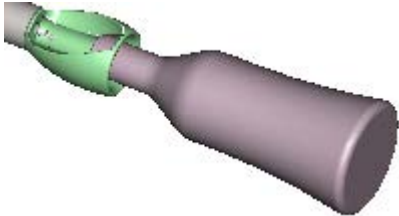

图 9.5.65 装配酒瓶
Step26. 增加固定元件：装配酒瓶子装配件（bottle_asm）。按与 Step7 相似的操作方法，装配酒瓶子装配件（bottle_asm.asm），如图 9.5.65 所示。